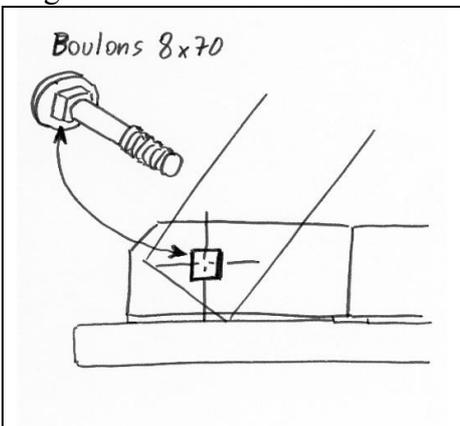

Fig. 10
- 11- Repérer les entrées-sorties des passages des 3 boulons de plate-forme. Démontez le tout et percez tubes et cornières à l'atelier (trous de diamètre 8.5mm pour boulons de 8x70 mm). (Fig. 10)